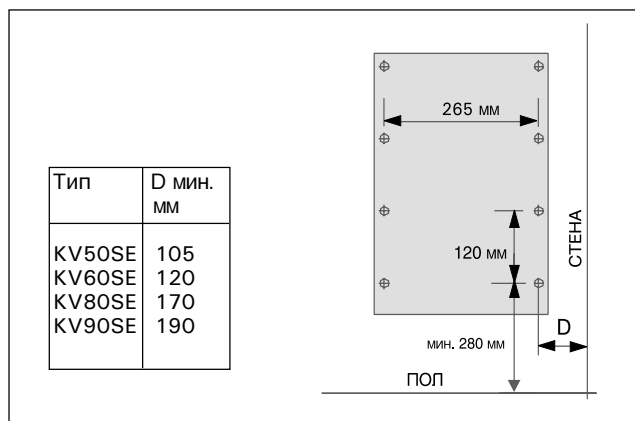

Рисунок 5. Установка крепёжной рамы (KV-SE)
1. С помощью прилагаемых шурупов прикрепите к стене монтажную раму, соблюдая минимальные расстояния, указанные в таблице 1 и на рис. 4. Установка рамы изображена на рис. 5.